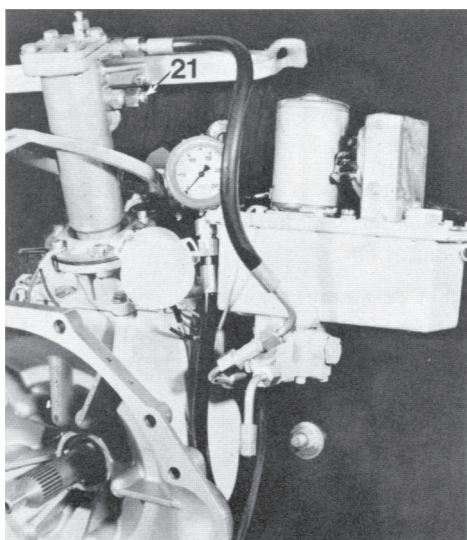

Fig. 20. Kontroll av hydraulpumpens sänktryck
**Kontrollera** trycket genom att lossa nedre slangen (21 fig. 20) vid lyftcylindern och ventilhuset. Anslut manometern det.nr. 884418 till ventilhuset samt en tätningsslugg till lyftcylindern. Kör pumpen på sänkläge.